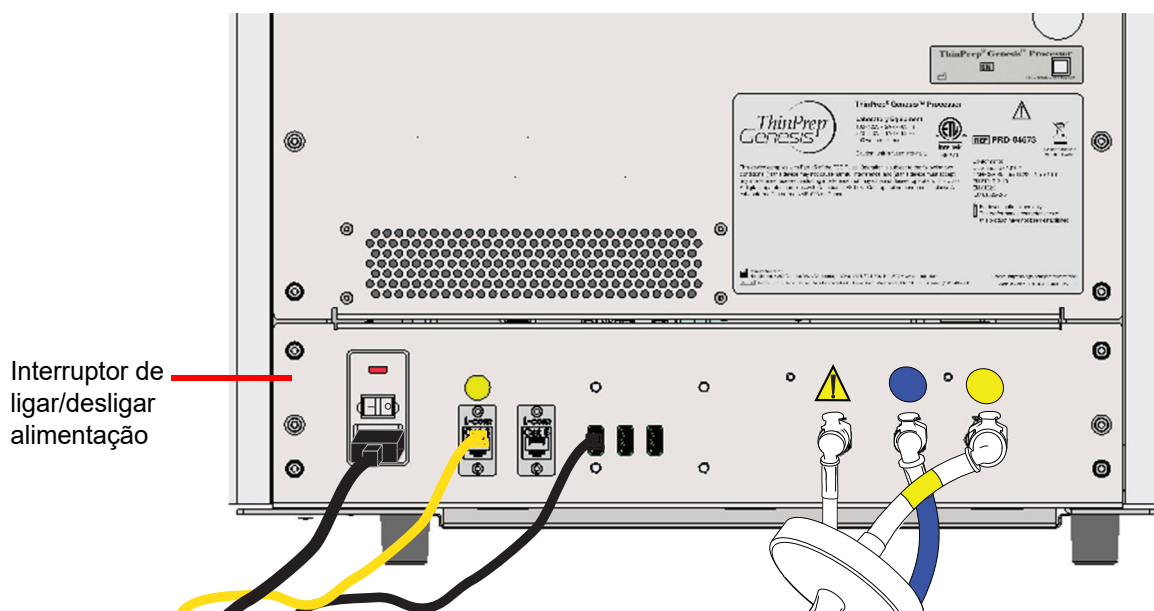

Figura 2-1 Interruptor de alimentação
1. Para ativar o Processador ThinPrep Genesis, coloque o interruptor basculante situado perto do cabo de alimentação na traseira do processador na posição ligado (ON). Consulte Figura 2-1.